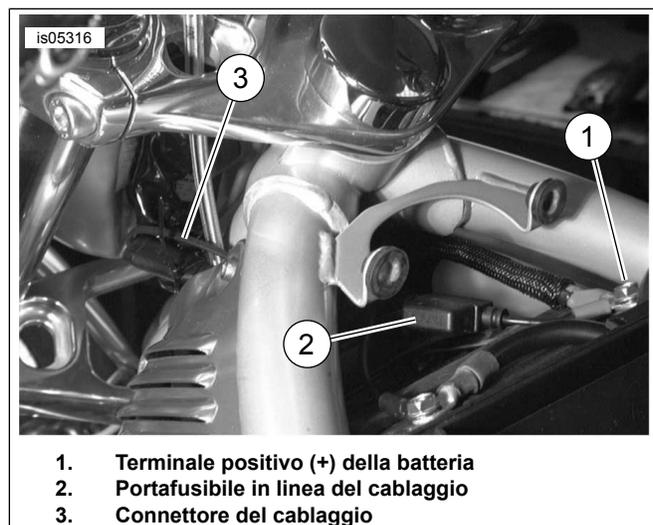

Figura 2. Disposizione del cablaggio della batteria nei modelli VRSC
1. Vedere Figura 2. Passare il connettore del cablaggio della batteria (3) verso la parte anteriore della motocicletta seguendo il tubo superiore sinistro del telaio. Collocare ordinatamente il fusibile in linea (2) nello spazio davanti alla batteria.